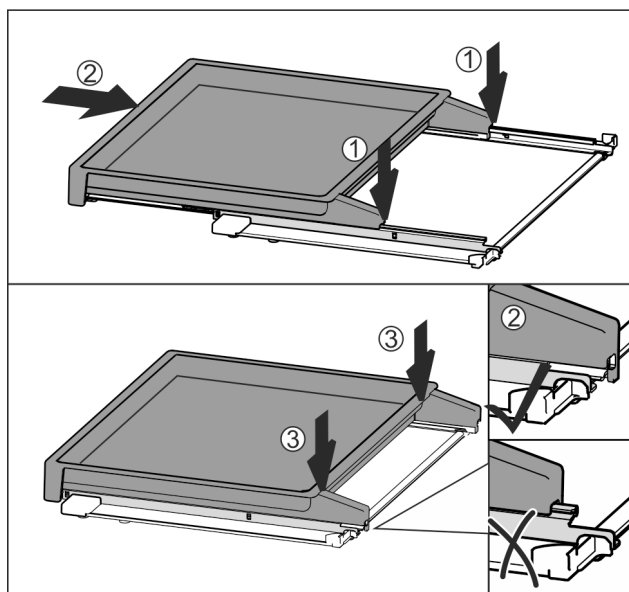

Fig. 33
- ▶ Stavite ga na sredinu vodilica Fig. 33 (1).
- ▶ Izvlačni pretinac pogurnite do kraja Fig. 33 (2).
- ▶ Pritisnite ga na stražnjoj strani tako da se čujno uglati Fig. 33 (3).